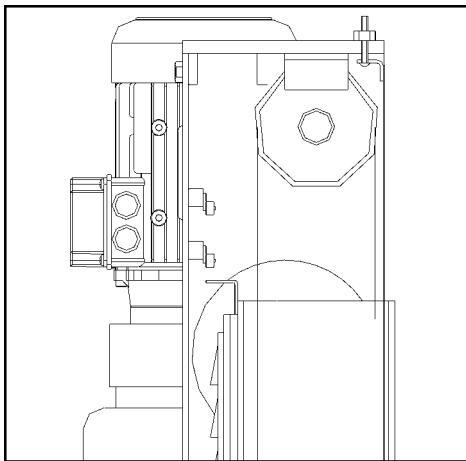

Fig. 13
- ◆ Om lyften når maximal höjd kommer den övre gränslägesbrytaren att stoppa lyftningen. (Fig. 13)
- ◆ Om den rörliga delen överskrider dess rörelseavstånd finns det på den övre delen av kommandoposten två gränslägesbrytare som är seriekopplade och vanligtvis ställs in för att fungera med ställdonet (fig. 13) på operatörssidans vagn. Om den första gränslägesbrytaren inte fungerade ska den andra utlösas efter 3 sekunders vagnkörning.